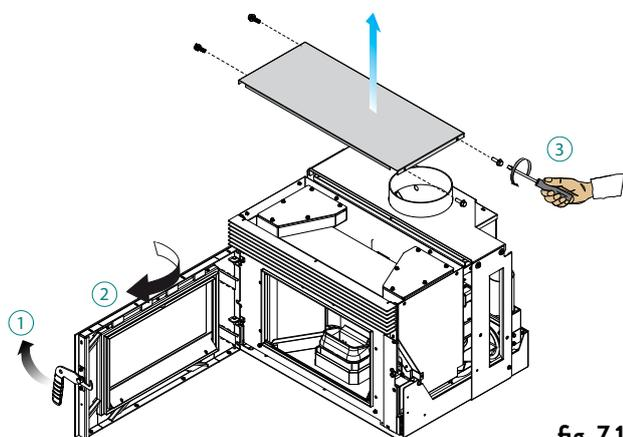

fig. 7.14
- A) Ouvrir la porte (1), retirer le panneau supérieur (2), dévisser et retirer le panneau supérieur (3) (fig. 7.14).